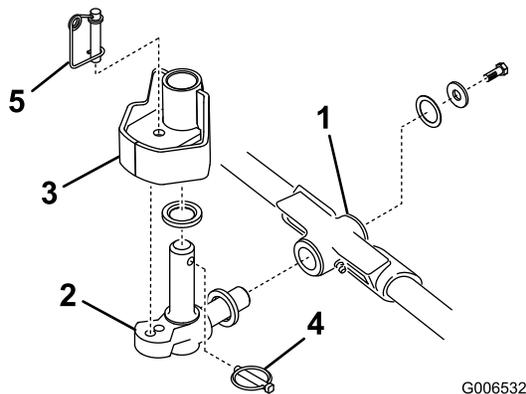

Figura 17
1. Introduzca una arandela de empuje en el eje horizontal del nudo del pivote tal y como muestra Figura 17.
2. Introduzca el eje horizontal del pivote en el tubo de montaje del bastidor de tiro (Figura 17).
3. Fije el pivote al bastidor de tiro con una arandela de empuje, una arandela plana y un tornillo de caperuza con arandela prensada (Figura 17).
4. Introduzca una arandela de empuje en el eje vertical del pivote (Figura 17).
5. Si no está ya instalado, introduzca el eje vertical del pivote en el buje de pivote del brazo de elevación (Figura 17). Guíe el pivote a su lugar entre las dos piezas de goma de centrado del lado inferior de la chapa de dirección del brazo de elevación.
6. Introduzca el pasador de seguridad en el taladro transversal del eje del nudo del pivote (Figura 17).
Nota: Si se requiere fijar la posición de la unidad de corte, introduzca el pasador de bloqueo de la dirección en el taladro de montaje del pivote (Figura 17).
11. Enganche el alambre del muelle alrededor de la parte inferior del pasador de bloqueo de la dirección (Figura 17).